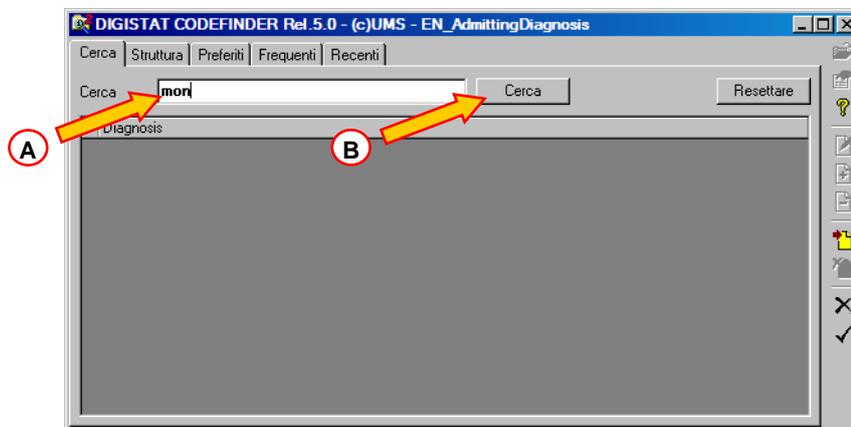

Fig 76
1. inserire il nome, o parte del nome, dell'elemento cercato nel campo "Cerca" (Fig 76 A).